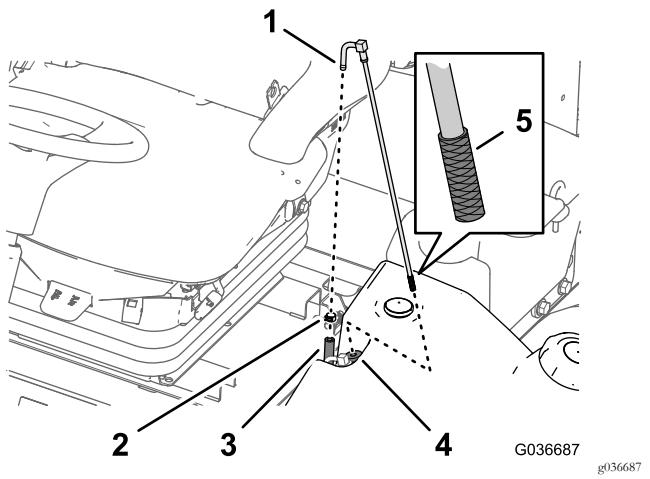

图46
1. 取下将供油软管固定至燃油集油管接头的软管夹 图46。
2. 从接头上分开软管 图46。
3. 将燃油集油管从油箱中提起 图46。
4. 清洁燃油集油管端部滤网上的任何杂质 图46。
5. 先将燃油集油管插入橡胶轴套然后再插入油箱 图46。